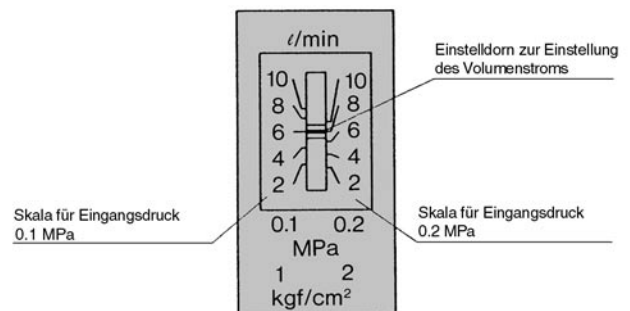

Abb. 1
- ① Um den Volumenstrom einzustellen, entfernen Sie die Dichtungstülle von dem oberen Deckel und drehen Sie die Einstellvorrichtung mit einem Schraubenzieher. (Umdrehung im Uhrzeigersinn: höhere Volumenstromeinstellung, Umdrehung gegen den Uhrzeigersinn: niedrigere Volumenstromeinstellung)
- ② Richten Sie den Einstelldorn nach der Skala an der linken Seite des Anzeigefensters aus, wenn der Druck an der EIN-Seite 0.1 MPa beträgt, und nach der rechtsseitigen Skala, wenn der Druck 0.2 MPa beträgt. (siehe Abb. 1.)
- ③ Der Durchfluss-Einstellpunkt ist auf EIN eingestellt. Deshalb wird im Fall des 1a-Kontakts das EIN-Signal ausgegeben, wenn das Medium mit einem höheren als dem eingestellten Volumenstrom fließt. Im Fall des 1b-Kontakts, wird das AUS-Signal ausgegeben, wenn sich der Volumenstrom um den der Hysterese entsprechenden Betrag, vom eingestellten Wert verringert.
- ④ Beträgt der Druck an der EIN-Seite mehr als 0.2 MPa, kann die Einstellung nicht anhand der Skala am Anzeigefenster vorgenommen werden. Führen Sie daher die Einstellung durch, indem Sie ein Durchfluss-Manometer an der Ausgangsseite des Durchfluss-Schalters installieren.
- ⑤ Um das Rattern zu vermeiden, das in Verbindung mit den Volumenstromschwankungen auftritt, stellen Sie die Differenz zwischen dem eingestellten Volumenstrom und dem Arbeitsvolumenstrom so hoch wie möglich ein.
- ⑥ Beachten Sie den max. Betriebsdruck und den max. Volumenstrom.